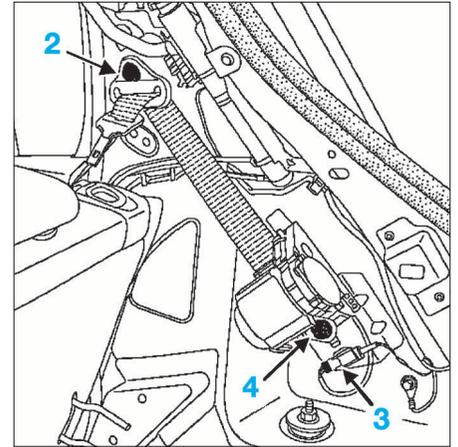

FIG. 24
- Déposer la vis (2) de la fixation supérieure de ceinture (Fig.24).
- Débrancher le connecteur (3).
- la vis (4) de fixation de l'enrouleur,